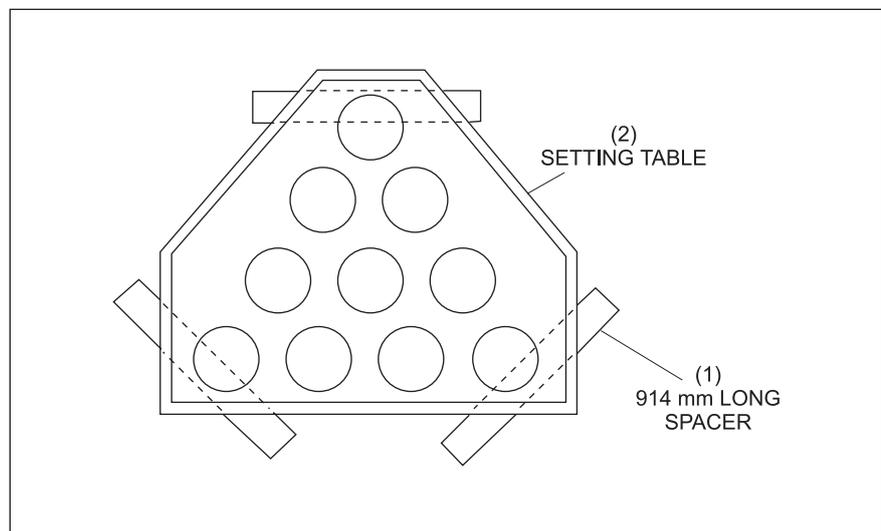

Figure 8-2. Placement des séparateurs.
1. Installez trois séparateurs de 2,5 cm x 10 cm (1×4 po) et de 914 mm (3 po) de long sur le quillier de façon à ce qu'il soit soutenu à l'avant et à l'arrière. Reportez-vous à la *figure 8-2*.